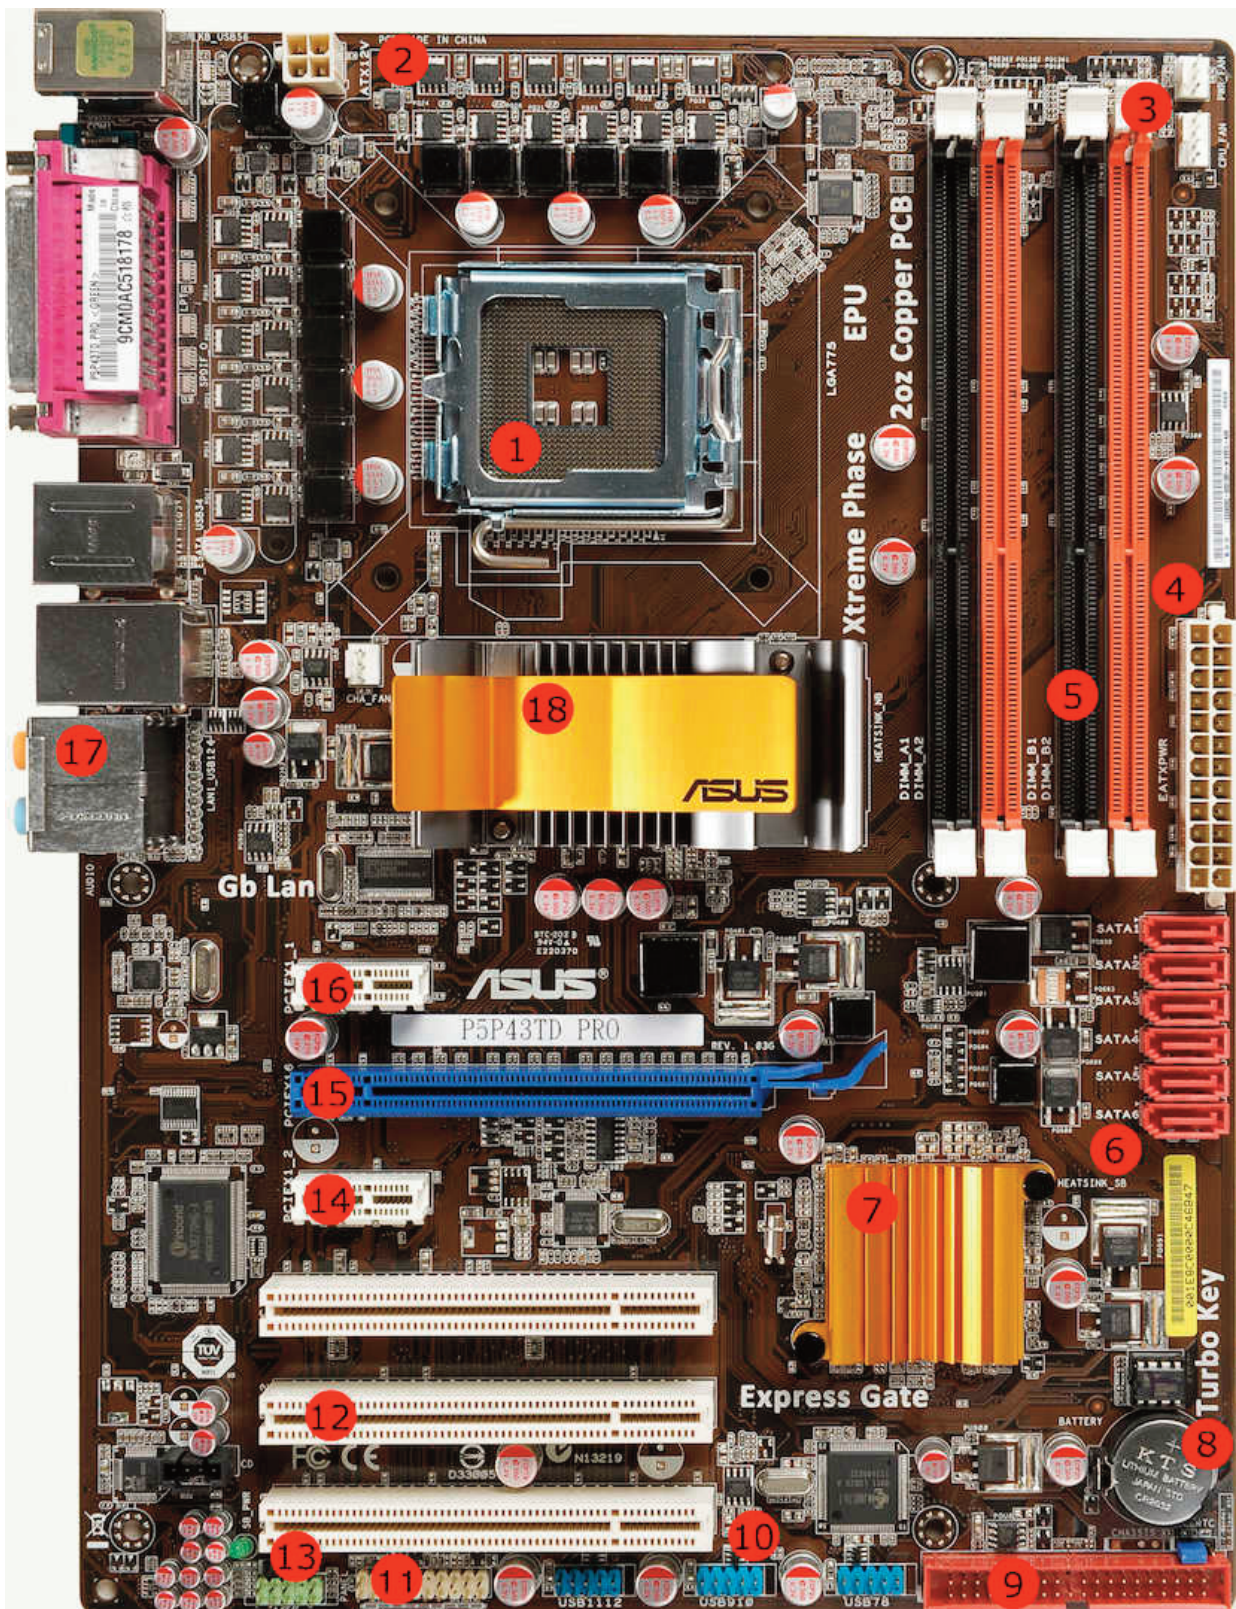

Bild 2.10: Hauptplatine ASUS P5P43TD
Elektronische Bauelemente werden auf Leiterplatten montiert. Hochintegrierte Bauelemente haben hunderte Anschlüsse. Schauen Sie einmal auf die Bild 2.10 auf der nächsten Seite! Der blaue Steckplatz (15) für die PCI Express Grafikkarte hat 164 Pins, die drei weißen PCI-Steckplätze (12) je 60. Rechts im Bild sind vier Steckplätze für Arbeitsspeicher mit je 240 Kontakten. Die CPU auf Bild 2.9 hat 775 Pins auf einer Fläche von $38 \times 38 \text{ mm}$, neueste CPUs haben 2066 Anschlüsse. Sie alle müssen auf kürzestem Weg kreuzungsfrei verbunden werden. Deshalb werden viele dünne Leiterplatten zu mehrlagigen Leiterplatten aufeinandergeklebt. Die Industrie kann Leiterplatten mit bis zu etwa 48 Ebenen fertigen. Die Platte wird gebohrt und die Bohrlöcher werden innen verzinkt, um die Leiterebenen untereinander zu verbinden. Dann werden Schaltkreise, Widerstände, Kondensatoren, Steckverbinder und weitere Bauelemente in die Bohrungen gesteckt und verlötet. Eine bestückte Leiterplatte nennt man eine Platine (englisch: board).
Weiterhin findet man auf der Hauptplatine zwei bis vier (selten: sechs oder acht) Steckplätze für RAM (Arbeitsspeicher). Auf dem Bild 2.10 sind es vier Steckplätze (rot und schwarz) rechts vom CPU-Sockel. Die Platine von Bild 12.4 (auf Seite 245) hat sechs RAM-Steckplätze. Auf der Hauptplatine sind Taktgeber, Uhr, Chipsatz und andere Bauteile aufgelötet.
Die **Northbridge** („nördliche Brücke“) ist ein Schaltkreis, der die CPU mit dem Arbeitsspeicher, der Grafikkarte und der Southbridge verbindet. Manchmal ist eine einfache Grafikkarte in die Northbridge integriert. Die Northbridge wird heiß und muss meist gekühlt werden. Im Bild 2.10 ist dieser Kühler mit dem Namen des Herstellers „ASUS“ beschriftet. Um die Datenwege kurz zu halten, ist die Northbridge nahe an CPU, Arbeitsspeicher und Grafiksteckplatz platziert. Die Datenverbindung zur CPU heißt „**Front Side Bus**“, abgekürzt FSB. Die Taktfrequenz des FSB ist sehr wichtig für die Leistung des Computers.
PCI (**P**eripheral **C**omponent **I**nterconnect, Nr. 12 auf Bild 2.10) wurde 1992 für den Pentium entwickelt und kann 533 MByte/s transportieren. Speziell für Grafikkarten gab es den **AGP** (**A**ccelerated **G**raphics **P**ort = beschleunigter Grafikkarten-Anschluss, nicht abgebildet), der bis zu 2133 MByte/s transportieren kann. 2003 wurden PCI und AGP durch PCI-Express, abgekürzt **PCIe**, abgelöst.
PCIe benutzt eine variable Anzahl von unabhängigen Datenkanälen („Lane“), die in Gruppen von 4, 8, 16 oder 32 gebündelt werden können. Die kurzen **PCIe x1**-Steckplätze (Nr. 14, 16 in Bild 2.10) benutzen nur einen Kanal und können damit in Ein- und Ausgaberrichtung gleichzeitig je 985 MByte/s bei einem Takt von 8 GHz transportieren. Das ist für Netzwerkkarten, USB 3.0-Karten und Soundkarten ausreichend.
PCIe x16 (Nr. 15 in Bild 2.10) bündelt 16 Kanäle und wird vor allem für Grafikkarten verwendet. PCIe x16 kann 15,5 MByte/s transportieren. In der Tabelle 2.4 sind die Kenndaten von PCIe Schnittstellen aufgeführt. Gegenwärtig (April 2021) wird hauptsächlich die Version 3 mit 8 GHz verwendet, Version 4 ist noch selten.